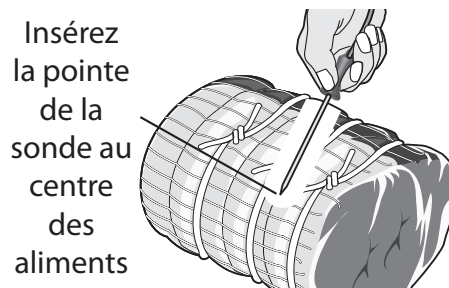

Figure 15 : Insérer la sonde dans la partie la plus épaisse de l'aliment
- Insérez toujours la sonde de sorte que la pointe se trouve au centre de la partie la plus épaisse de la pièce de viande ou de l'aliment (voir figure 15). Pour obtenir une lecture juste de la température, la sonde ne doit pas toucher aux os, au gras, au cartilage ni à l'ustensile.